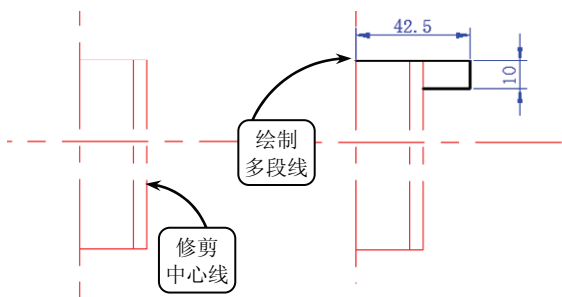

图 3-28 修剪中心线并绘制多段线
- ③ 单击【修剪】按钮，对偏移后的中心线进行修剪。然后切换【轮廓线】为当前层，单击【多线段】按钮，选取向上偏移后的水平中心线和竖直中心线的交点为起点，并打开正交功能，绘制一条多段线，效果如图 3-28 所示。